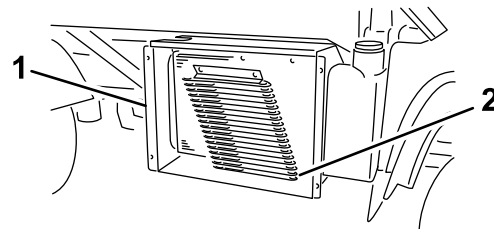

Bild 59
3. Drehen Sie die Riegel und den Ölkühler (falls vorhanden) vom Kühler weg (Bild 59).